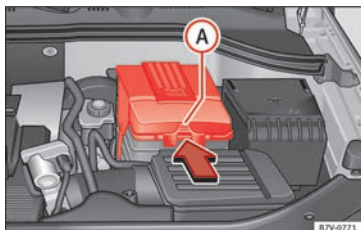

Fig. 250 En el vano motor: retire la tapa de la batería del vehículo.
- En el caso de una tapa: presione la lengüeta » fig. 250 **A** en el sentido que indica la flecha y retire hacia arriba la cubierta.